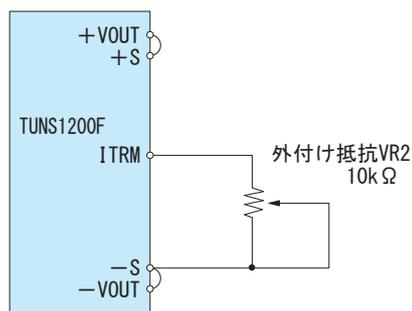

図3.11 外付け部品の接続方法(TUNS1200F)
(1) 外付け抵抗による定電流外部可変
- ボリューム (VR2) を図3.11のように接続することで定電流動作を開始する出力電流を可変することができます。